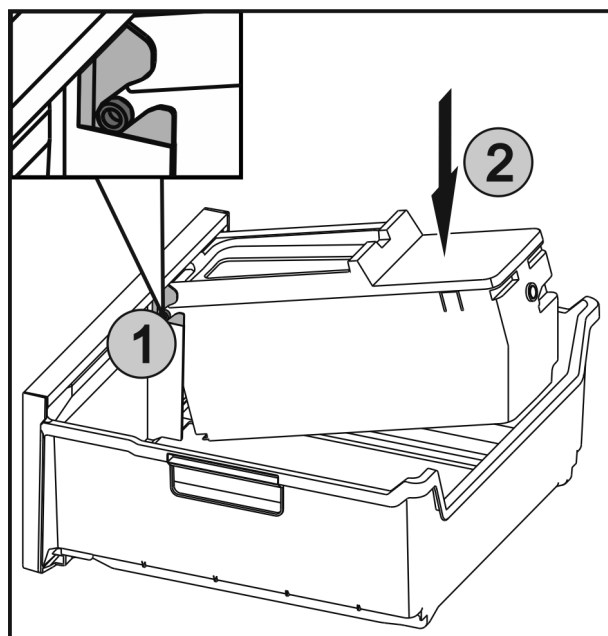

Fig. 39
- Insérer les axes Fig. 39 (1) sur l'EasyTwist-Ice dans les guides et appuyer sur le côté arrière Fig. 39 (2) jusqu'à ce que la languette s'enclenche.